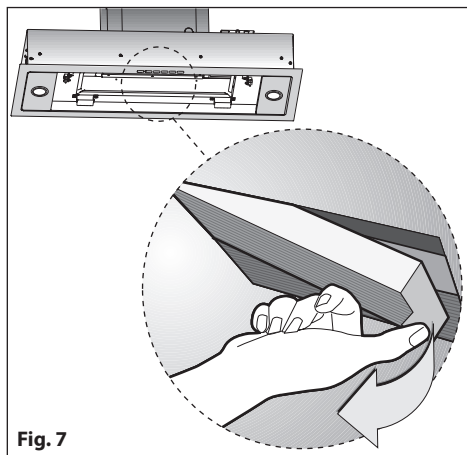
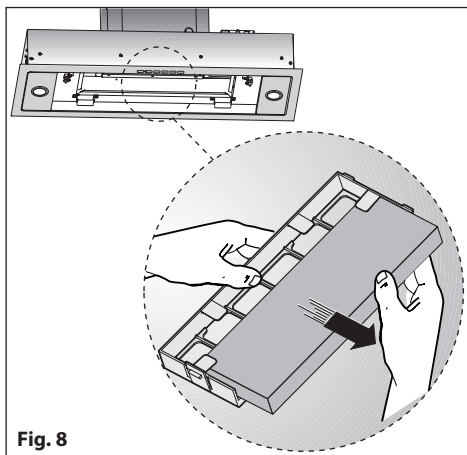

Fig. 7
Fig. 8
- Abbiamo disponibili due tipi diversi di Kit, uno con filtri al carbone attivo non rigenerabili (**Fig.7**) e l'altro con i filtri al carbone attivo rigenerabili (**Fig.8**).